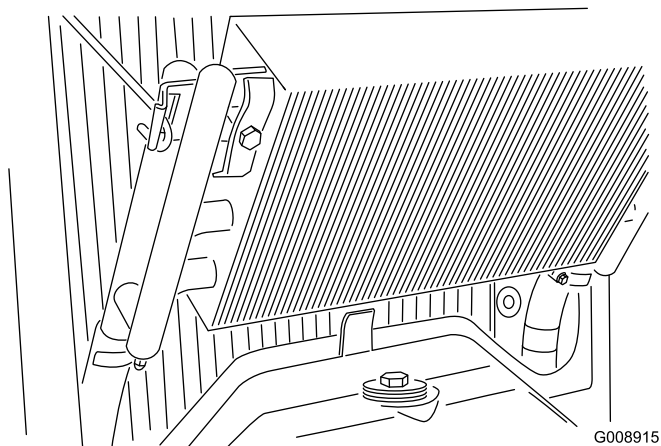

Figura 64
4. Desenganche el enfriador y gírelo hacia atrás (Figura 64).